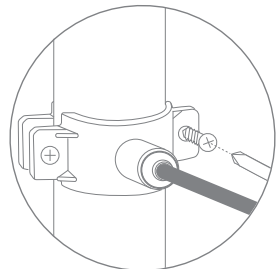

Рис. 22
5. Прочно закрепите хомут на дренажной линии с помощью винтов (рис. 22). Винты крепления необходимо затягивать равномерно (без перекоса), чтобы обе части хомута располагались параллельно.